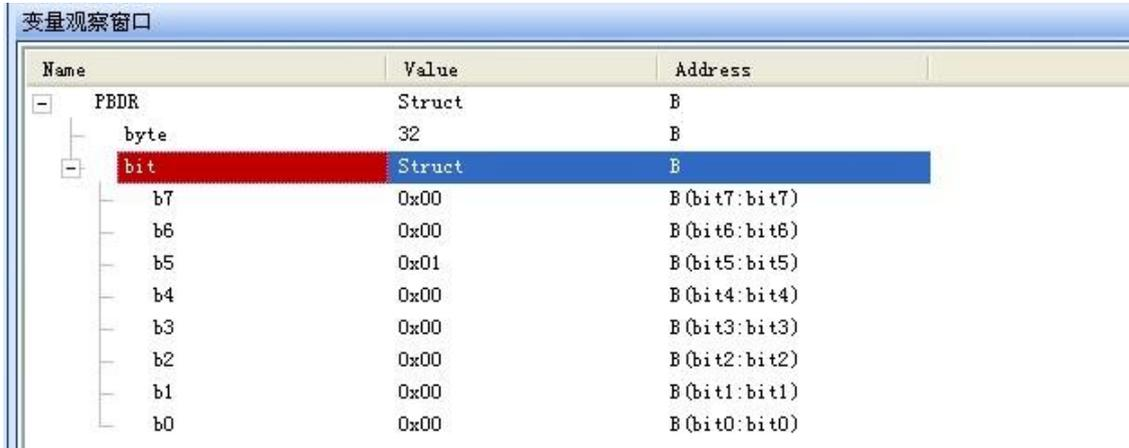

图 5.11 变量观察窗口
1. 新建或者打开已有的项目 · 编辑源程序 · 打开通用寄存器窗口和特殊寄存器窗口 · 打开观察变量 (如图 5.11) 。点击「视图」、再点击「调试窗口」、然后点击「观察变量」。